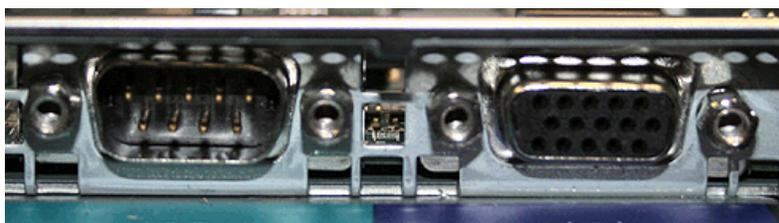

図 204. SAN ボリューム・コントローラー 2145-8G4 のシリアル・ポートとビデオ・ポート
18. ノードの後部で、シリアル・ポートとビデオ入出力ポートの横から 4 個の絶縁体ねじを取り外します。図 204 は、絶縁体ねじの位置を示しています。